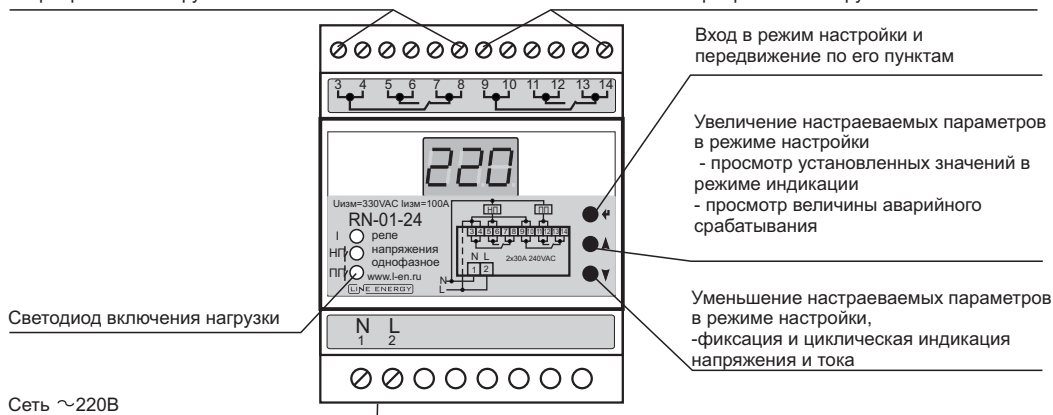

Рис. 1. Устройство прибора
6.1. В устройстве используются три кнопки управления и настройки параметров (рис. 1):